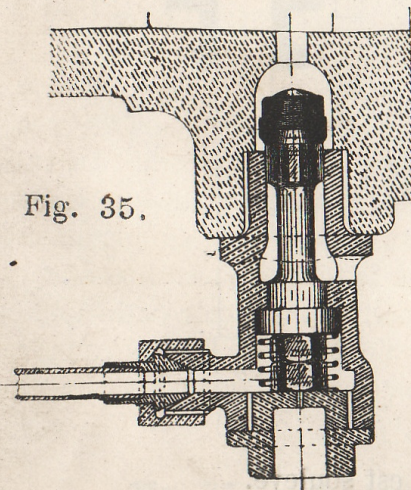

Fig. 35.
(1) Si la machine est pourvue de soupapes purgeuses automatiques, le machiniste démontera le bouchon inférieur de ces soupapes, intro luira un corps dur, deux petits écrous par exemple (voir fig. 35).
entre les spires du ressort, (voir fig. 35), puis remontera le couvercle. Dans ces conditions les purgeurs restent ouverts même lorsque la vapeur est admise dans le cylindre, sans qu'il soit nécessaire de manœuvrer la prise de vapeur qui commande les purgeurs.